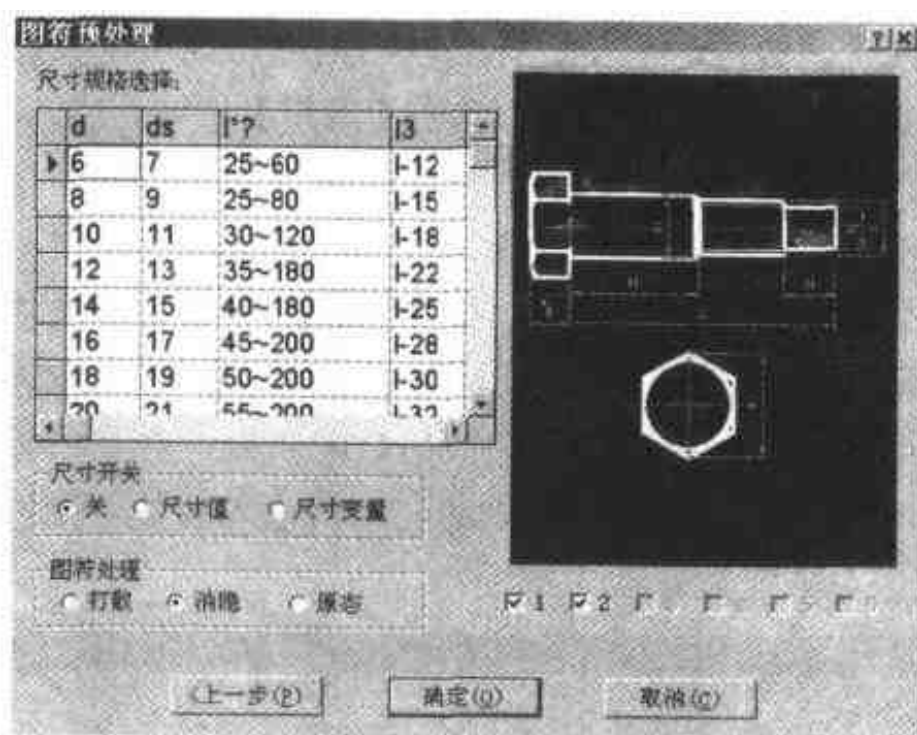

图 1.31 【图符预处理】对话框
- (4) 选定了要提取的图符后,如果选定的是固定图符,则直接进入插入图符的交互过程,将图符插入到图中合适的位置;如果选定的是参量图符,则进入【图符预处理】对话框(图 1.31),进行尺寸规格的选择及尺寸开关、视图开关等选项的设置。